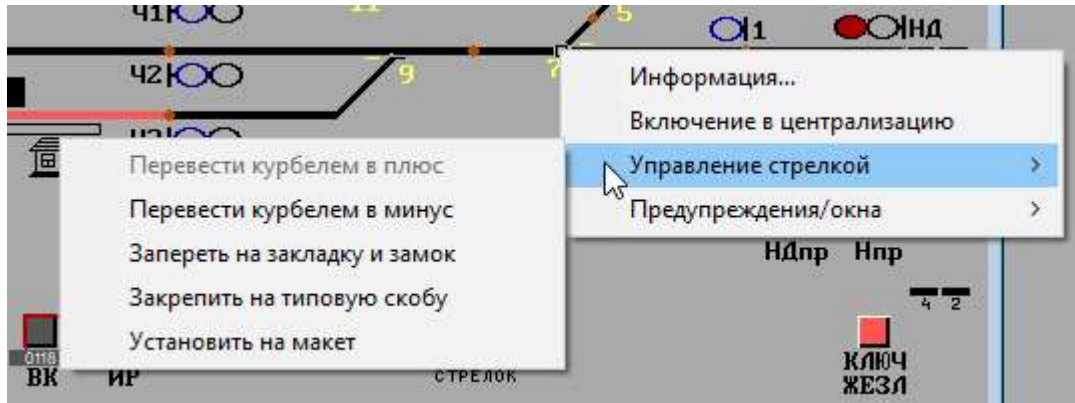

Рис. 33. Установка стрелки на макет.
4. Запереть стрелку на закладку и навесной замок, закрепить на типовую скобу, вызвав подменю «Управление стрелкой» и выбрав пункт «Запереть на закладку и замок» и «Закрепить на типовую скобу» (рис. 33).
5. Нажать на стрелку правой кнопкой мыши, вызвать подменю «Управление стрелкой» и выбрать пункт «Установить на макет» (рис. 33).